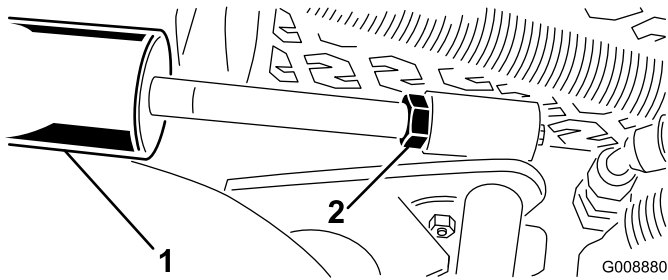

Figura 12
- A. Baje las unidades de corte y afloje la contratuerca del cilindro (Figura 12).